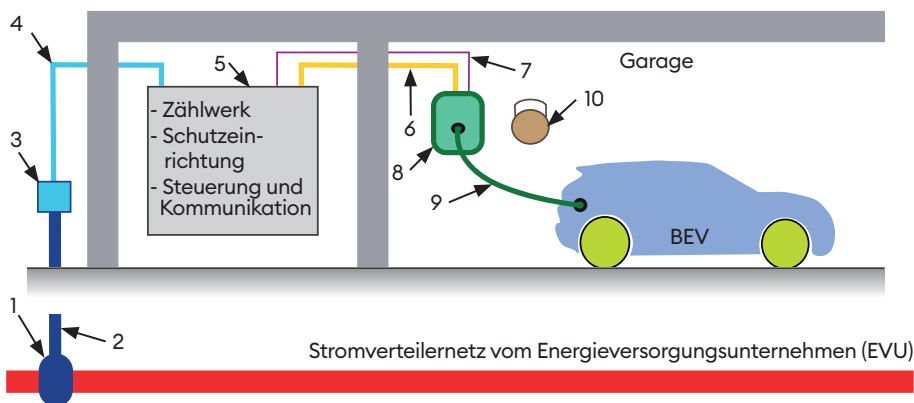

Bild 2: Prinzipdarstellung der Elektroinstallation mit Ladeeinrichtung
Zudem können nicht mehr zeitgemässe Ladeeinrichtungen durch neue ersetzt werden, indem die geforderten Kabel neu in diese Rohre eingezogen werden. Diese Ausbaustufe wird auch etwa «Pipe for power» genannt. Bei einem Leerrohrdurchmesser von 50 mm lassen sich Stromleitungen verlegen, welche eine Ladeleistung von 55 kW zulassen. Bei einer Untersuchung wurde festgestellt, dass die Kosten bei nicht vorbereiteter Planung um das 5-fache oder höher ausfallen können. Ein sehr grosser Anteil der Kosten fällt auf die Tiefbauarbeiten. Diese müssen auf dem Privatgrund vom Eigentümer getragen werden. Natürlich ist die Höhe der anfallenden Kosten immer objekt- und ortsabhängig. Alle Arbeiten an elektrischen Installationen (Bild 2) müssen von einem Elektroinstallateur mit der entsprechenden Fachbewilligung ausgeführt werden. Für
Der Hausanschluss (2 in Bild 2) wird beim Stromverteilernetz vom EVU abgegriffen und weist drei Aussenleiter und den PEN-Leiter auf. PEN ist ein Leiter, der zugleich die Funktionen des Schutzleiters (PE) und des Neutralleiters (N) erfüllt. Die Aussenleiter werden in der Niederspannungsebene (EN 50110-1) betrieben. In der Regel gibt es einen Anschluss pro Grundstück (Parzelle). Die Dimensionierung der Energieversorgung wird anhand der Anschlussgesuche und Installationsanzeigen bestimmt. Die Zuleitung (6 in Bild 2) zur Wallbox muss möglichst kurz sein. Die Dimensionierung soll so ausgewählt werden, dass bei maximalem Stromfluss ein minimaler Spannungsabfall entsteht. Die Grösse des Stromes wird durch die Ladeleistung bestimmt. Nach DIN VDE 0100-520 darf der Spannungsabfall 4 % der Nennspannung nicht überschreiten. Je grösser der Spannungsabfall, desto grösser wird die Verlustleistung und somit auch die Erwärmung. Folgende minimale Leiterquerschnitte werden anhand der Ladeleistung empfohlen: